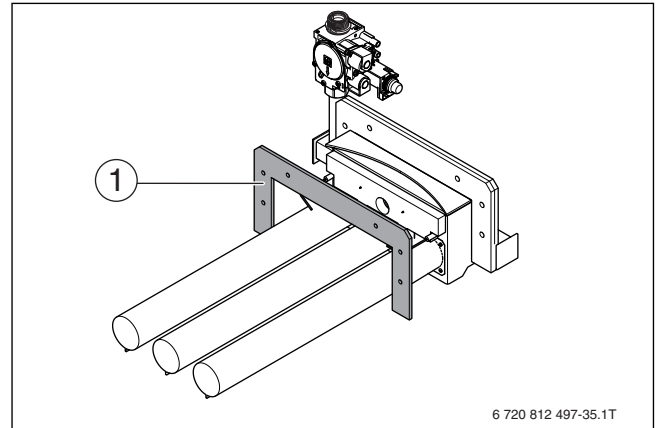

Рис. 42 Термоизоляция горелки
- ▶ Обеспечьте её правильную установку (→ рис. 42, стр. 35).